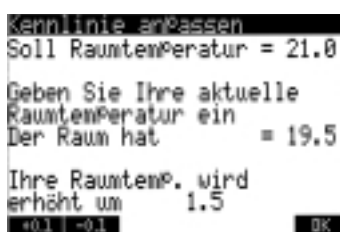

Abb. 5: Sie werden übersichtlich durch das Programm geführt.
- ◆ Die Regelung „führt“ Sie (Abb. 5)